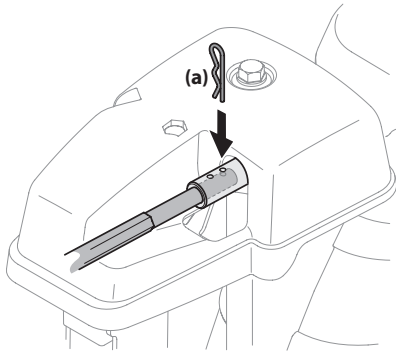

Figura 2-33
- Empuje la varilla de control del canal hacia el tablero de control hasta que el orificio de la varilla quede alineado con el de la entrada del control del canal que esté más cerca del cabezal de control del canal, e inserte el sujetador de horquilla (a) que extrajo en el Paso 1. Consulte Figura 2-33.